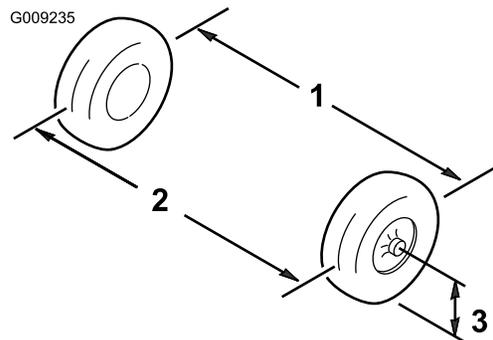

図 48
2. 前輪の前と後ろで、左右のタイヤの中央線間距離を測る計測はアクスルの高さで行う(図 48)。